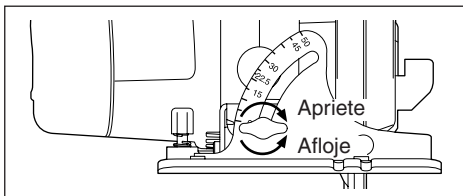
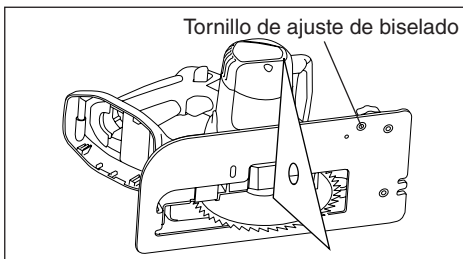

Fig. 6
Fig. 7
- Para ajustar el biselado de corte, afloje la perilla de ajuste de biselado. Gire la perilla de ajuste de biselado en sentido antihorario (Consulte la Fig. 6). Ajuste el biselado del corte. Para ajustar el biselado del corte en 90 grados, utilice un triángulo. Para hacer un ajuste fino de biselado, utilice el tornillo de ajuste de biselado en la base (Consulte la Fig. 7).